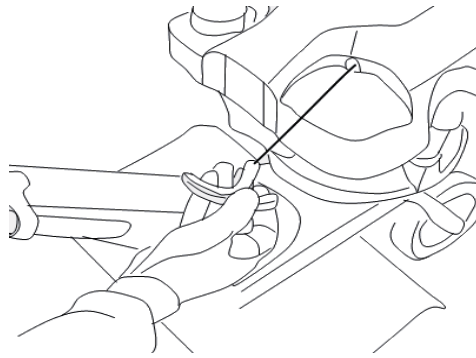

Bild 12
2. Fassen Sie den Griff des Starters und ziehen Sie langsam daran, bis Sie einen stärkeren Widerstand spüren (Bild 12).